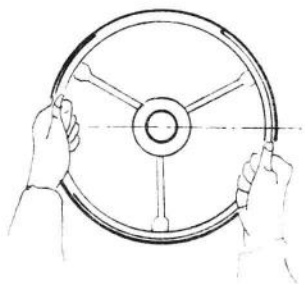

图 1—1 方向盘的握法
2. 两手在方向盘上的正确位置是(按时钟表面 12 时的位置):左手在 9—10 时之间,右手在 3—4 时之间。操作时以左手为主,右手为辅,相互配合(如图 1—1 所示。)